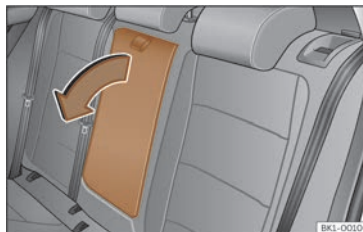

Fig. 97 Repousabrazos central traseiro abatible (representación esquemática).
- Para *baixar* o repousabrazos, tire do lazo no sentido da frecha >>> fig. 97.